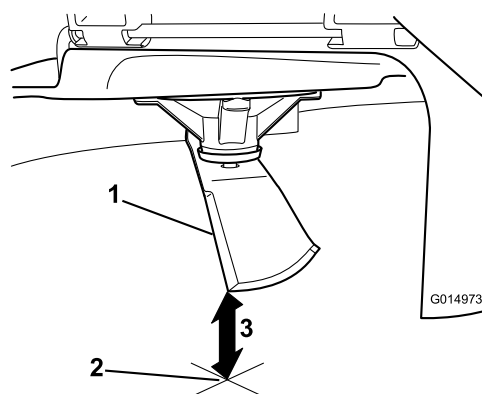

**Figura 74**
3. Distancia medida entre la cuchilla y la superficie (A)
4. Gire la misma cuchilla 180 grados de manera que el otro extremo esté en la misma posición (**Figura 74**).